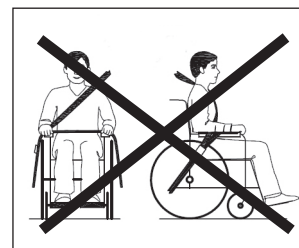

Figure 6
- La ceinture ne doit pas appuyer contre des éléments du fauteuil roulant (comme les accoudoirs ou les roues), car elle ne soutiendrait plus assez le corps de l'utilisateur (figure 6).